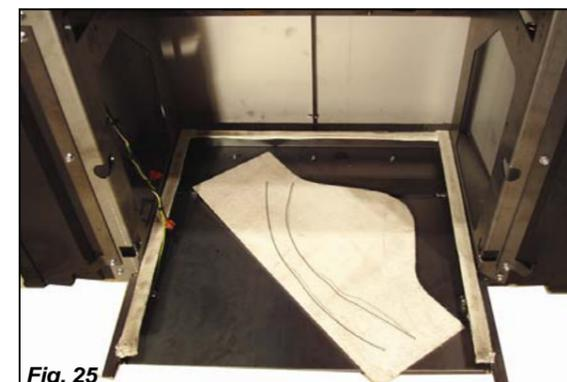

Fig. 25
10. Insérez les bords en fonte sur les rails du support (Voir Fig. 25). Ils doivent glisser sur les rails sans se soulever quand on les pousse vers l'intérieur. Un petit espace de seulement 1 à 2 mm est parfait entre les pieds et le sol. Cette bordure est une pièce décorative qui ne supporte ni ne doit supporter aucune charge.